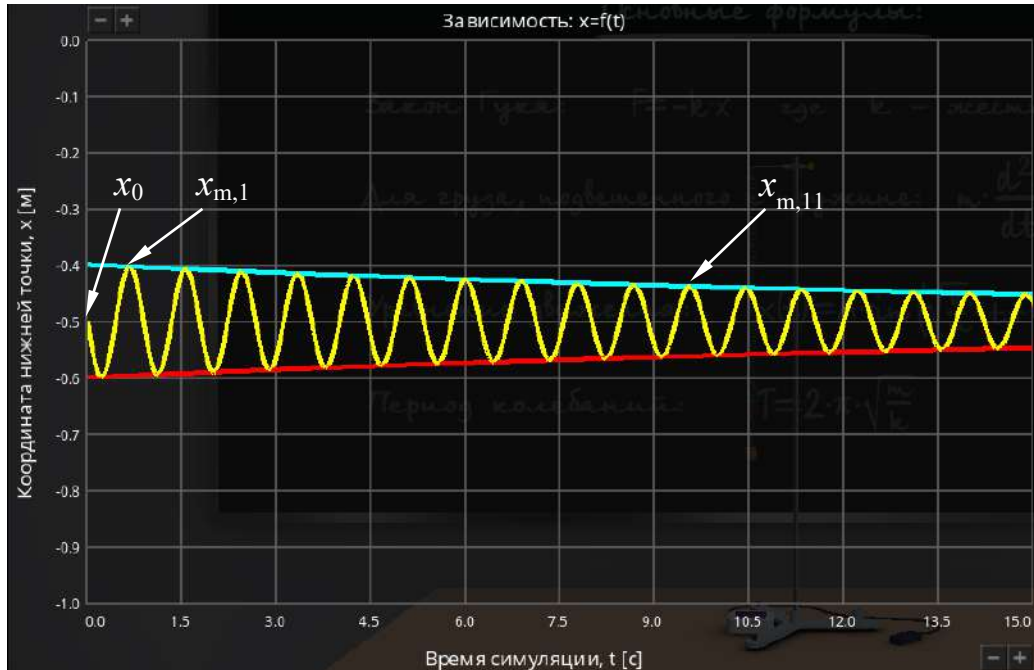

Рис.5. Измеряемые точки на графике
8. Определите координаты максимумов $x_{m,1}$ и $x_{m,11}$ (рис. 5), при необходимости